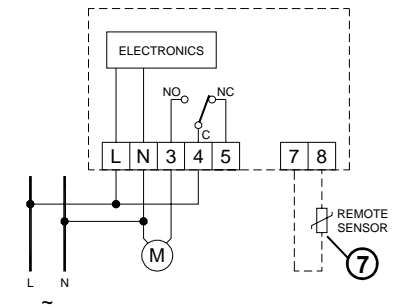

Fig. 5
4. Eseguire i collegamenti elettrici, facendo passare i fili tramite l'apertura rettangolare (8), seguendo lo schema di collegamento di Fig. 5.